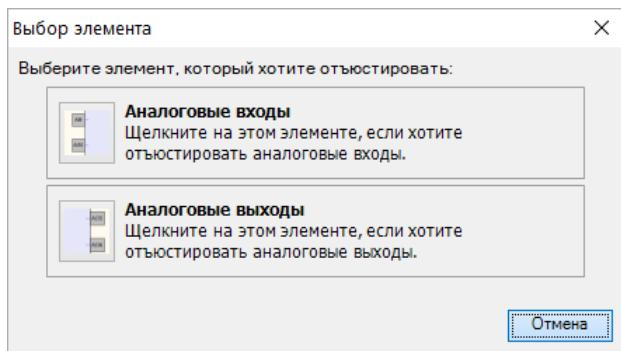

Рисунок 8.8 – Меню юстировки
- Запустить OwenLogic и выбрать в меню пункт «Прибор» → «Юстировка входов/выходов» для запуска мастера юстировки. В диалоговом окне «Выбор элемента» выбрать пункт «Аналоговые входы» (см. рисунок 8.8, 1).
В случае использования входа для измерения сигналов «4... 20 мА» рекомендуется провести юстировку входа, предварительно выбрав параметр «Тип датчика» равным «4...20 мА». Калибратор напряжения следует подключить по схеме (см. рисунок 8.8, 2). Действия по юстировке аналогичны пп 2–3.
В случае использования входа для измерения сигналов «0... 4000 Ом» рекомендуется провести юстировку входа, предварительно выбрав параметр «Тип датчика» равным «0... 4000 Ом». На вход подключить источник эталонных сопротивлений, например магазин сопротивлений, по схеме (см. рисунок 8.8, 3). Действия по юстировке аналогичны пп 2–3.